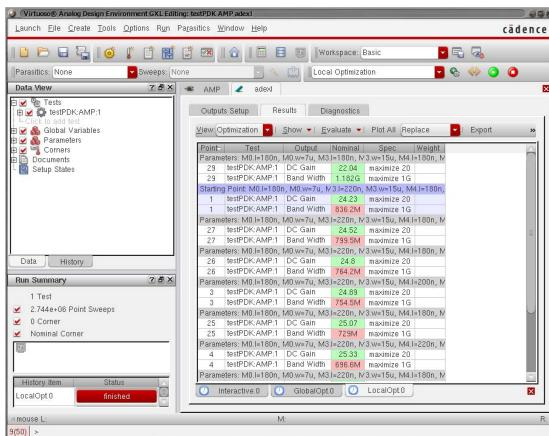

図 93: Local Optimization 後の表示
5. Local Optimization を実行すると、数十回のシミュレーション実行の後、図 93 に示すように、二つの設計仕様を満たすデザインが発見され、実行が終了する。